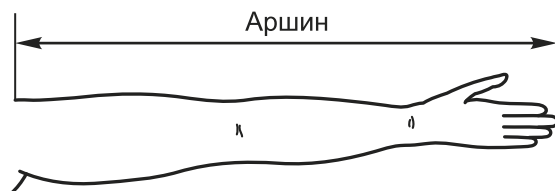

Рис. 6
4. **Аршин** (рис. 6). Эта мера заимствована с Востока. Считается, что её наименование происходит от наименования турецкой меры длины «аршин» (27,9 дюйма = 70,9 см) или от персидского слова «арши» — длина; на аршин обычно наносили деления в вершках.